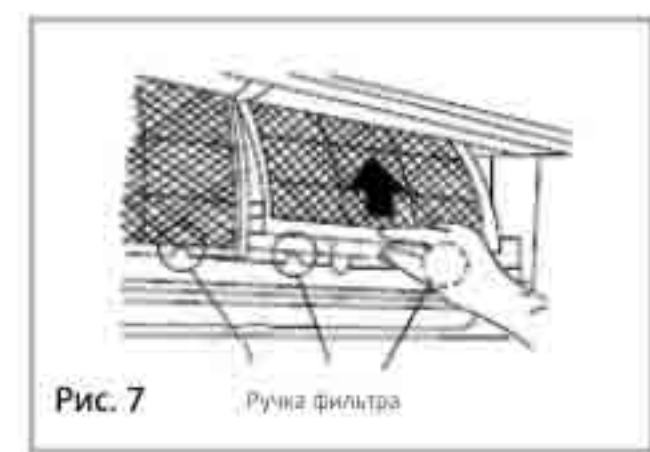

Рис. 7
2. Возьмитесь за ручку левого воздушного фильтра и слегка приподнимите его вверх для того, чтобы вынуть его из держателя фильтра, затем потяните его вниз и удалите из устройства (рис. 7, 8).